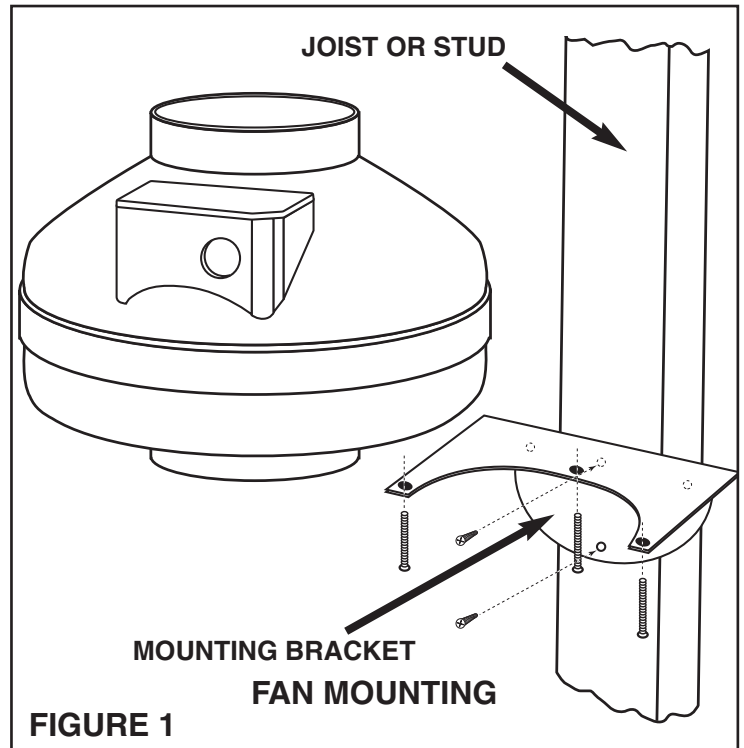

FIGURE 1
2. Attach fan mounting bracket to the support joist using the wood screws provided (**Refer to Figure 1**). For best performance vertical mounting is recommended, however any orientation is acceptable.
3. Attach fan to the mounting bracket using the self threading screws provided (**Refer to Figure 1**). To ease attachment 1/16" pilot holes may be used for the mounting screws.
2. Fixer la bride de support du ventilateur à la solive au moyen des vis à bois fournies (consulter la Figure 1). Pour de meilleurs résultats, on recommande l'installation à la verticale, mais une autre orientation est également acceptable.
3. Installer le ventilateur sur la bride de support au moyen des vis à enfilage automatique fournies (consulter la Figure 1). Pour faciliter l'installation, percer des trous de 1/16 po dans le ventilateur pour les vis.